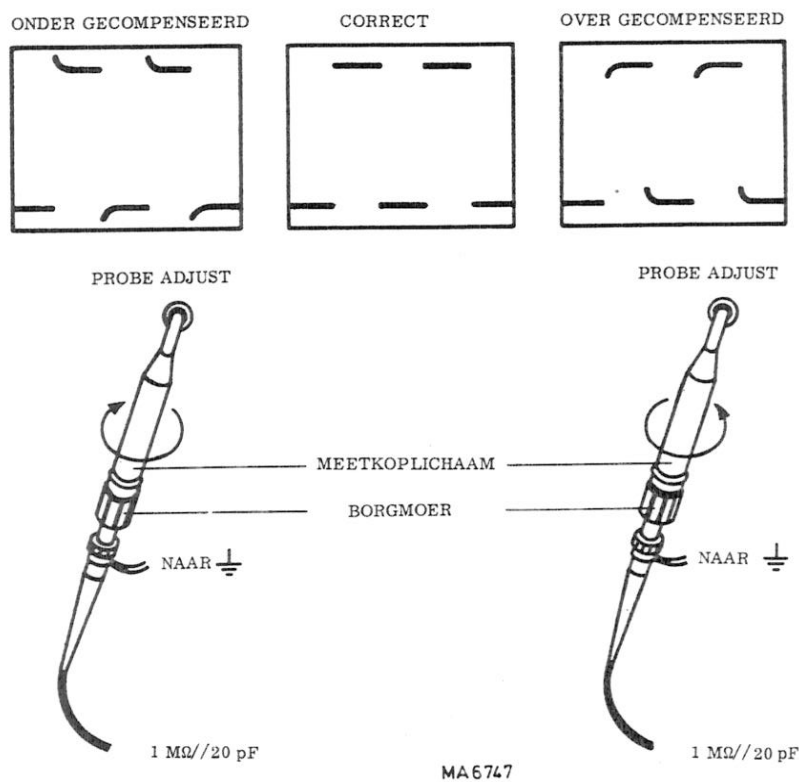

Fig. 5. Afregeling verzwakker meetkop
- Bevestig de meetkabel aan BU4 en zet de punt van de verzwakkermeetkop op BU1 (zie fig. 5).
- Met een smalle schroevendraaier, gestoken door het gat van de kap om het compensatie netwerk, kan een trimmer afgeregeld worden, zodat op het scherm een beeld getoond wordt als in Fig. 5 geschetst.